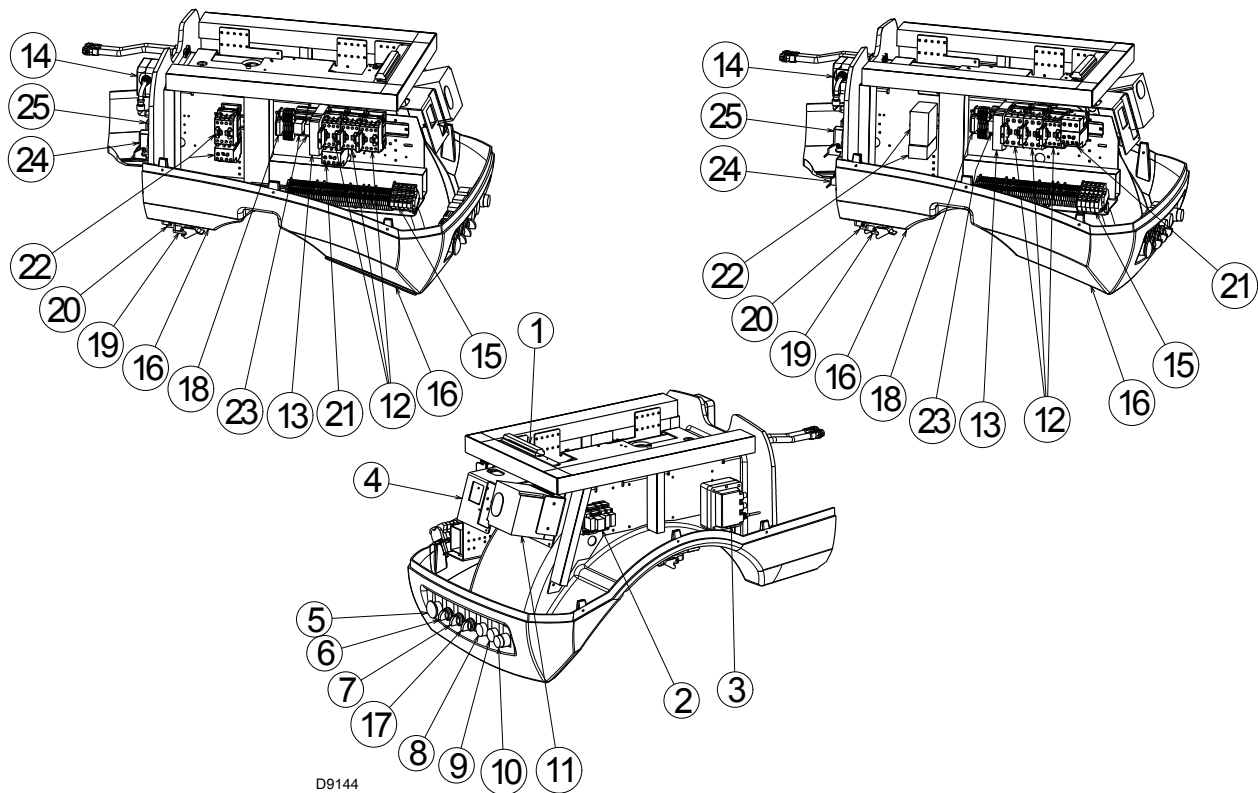

图 6
- **控制盒锁定：**如果控制盒 11) (图 6) 按钮 (红色 led 灯)，且复位按钮 10) (图 6) 指示灯亮起，表示燃烧器锁定。如需要复位，按下按钮 10) (图 6)。